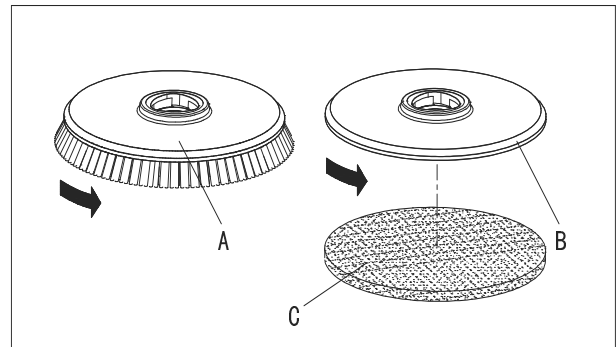

Abbildung 5
Installieren Sie entweder die Bürste (A, Abb. 5) oder den Pad-Halter (B und C, Abb. 5) entsprechend der Art des zu reinigenden Bodens.
1. Stecken Sie den Zündschlüssel (54) ein und schalten Sie auf "0".
2. Heben Sie das Deck an, indem Sie das Pedal (10) drücken.
3. Falls bestückt, drehen Sie den Geschwindigkeitsregler (56) auf Leerlauf, indem Sie ihn gegen den Uhrzeigersinn drehen.
4. Platzieren Sie die Bürsten (A, Abb. 5) oder den Pad-Halter (B) unterhalb des Decks (21).
5. Senken Sie das Deck auf den Bürsten/Pad-Halter, indem Sie das Pedal (10) drücken.
6. Drehen Sie den Zündschlüssel (54) auf "I".
7. Drücken Sie den Bürsten-/Pad-Halter und den Vakuumsystem-Schalter (60).
8. Drücken Sie einen der Bürsten/Vorwärtsgang-Schalter (50), um den Bürsten/Pad-Halter einzulegen, dann lassen Sie ihn los. Falls erforderlich, wiederholen Sie den Vorgang, bis der Bürsten/Pad-Halter aktiviert ist.